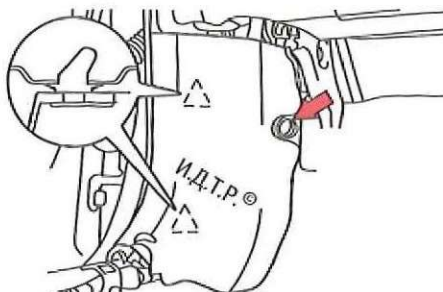

Рис. 6.10. Крепление боковой облицовки панели приборов
3. Извлеките держатель боковой облицовки кожуха (рис. 6.10) панели приборов.